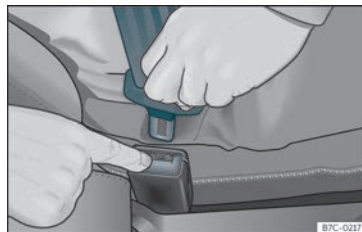

Fig. 10 Soltar a lingueta do peito do cinto.
- Prema a tecla vermella no peche »» » **fig. 10**. A lingüeta saltará do peche.